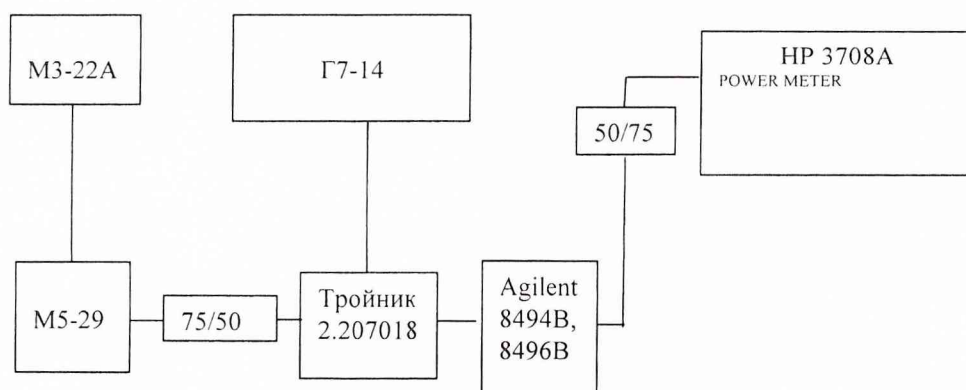

Рис. 2
5. Для измерений составляющей погрешности ваттметра за счет нелинейности необходимо собрать схему согласно рис. 2.
8. Отключить вход ваттметра от перехода 50/75, нагрузить тройник на согласованную нагрузку. Подключить вход ваттметра к переходу 50/75 и установить при нулевом ослаблении аттенюатора опорный уровень мощности сигнала 5 дБмВт (3,162 мВт). Вновь подключить вход ваттметра согласно схеме рис. 2. Зафиксировать его показания. При дальнейших измерениях следить, чтобы показания ваттметра оставались неизменны.